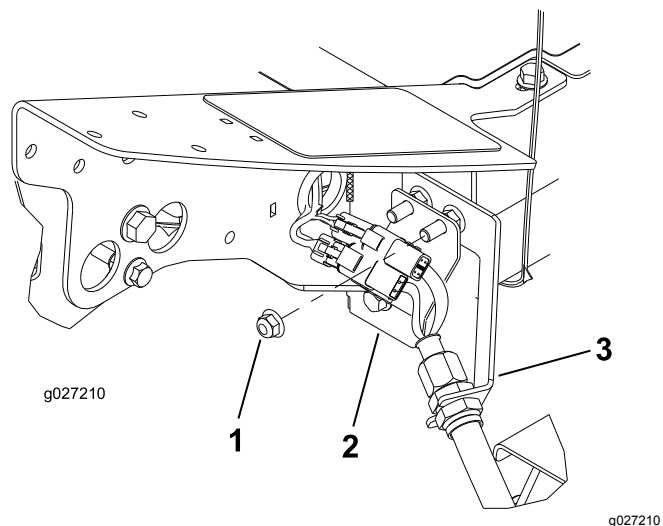

Figura 12
1. Nell'angolo anteriore sinistro del telaio (posizione dell'apparato di taglio n. 4), rimuovete il dado flangiato aggiuntivo sul bullone che fissa la staffa di supporto alla macchina (Figura 12).
3. Inserite la piastra del connettore sui bulloni di montaggio di supporto con i connettori posizionati come illustrato in Figura 12.